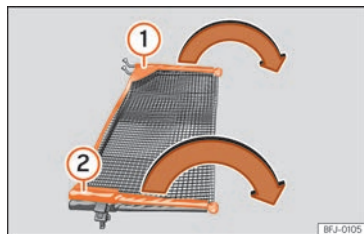

**Fig. 151** Desplegar la red de separación.
» fig. 151 ① y ② de la red en el sentido de las flechas hasta que se oiga un “clic”.